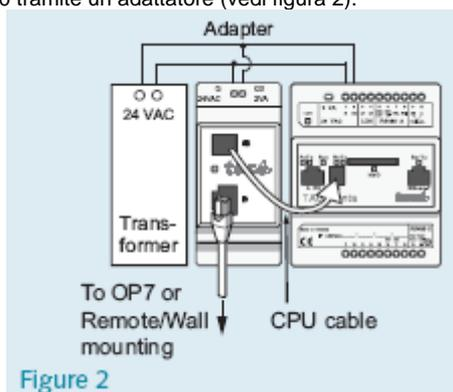

Figure 2
Fissare il kit di montaggio (2) in un armadio porta cut-out. Il coperchio opzionale coprente (3) darà una maggiore protezione da IP 54 a IP 65. Il cavo (4), fornito con la OP7, viene utilizzato per collegarlo all'adattatore dello xenta 700 (fig. 2).
- un adattatore Xenta 700 (fig.2)